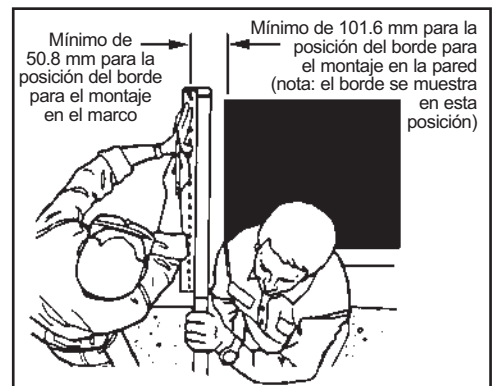

Figura 2
**Preparación de los cimientos:** Limpie el sustrato de cimientos de tierra, escombros o exceso de concreto que puedan obstaculizar el contacto completo del borde de montaje con la pared de cimiento. Asegúrese de que haya al menos 101.6 mm de material de cimiento entre los fijadores y la abertura de la ventana (vea la figura 2).